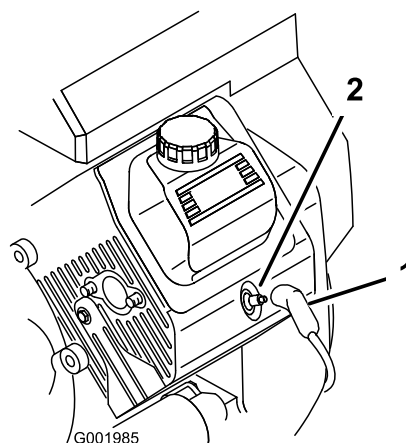

図 50
3. 点火プラグのコードが抜けているのを確認する (図 50)。
3. 点火コードを取り付ける(図 50)。